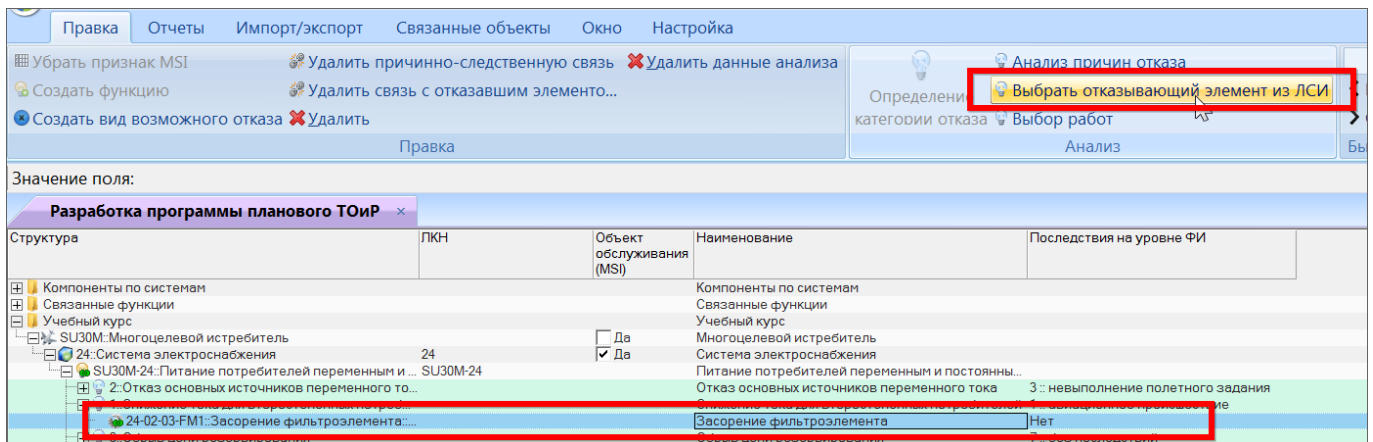

Рис. 11-10 – Установка связи вида отказа с отказывающим элементом ЛСИ
- 4) Для того, чтобы связать этот вид отказа с элементом ЛСИ, необходимо выбрать его и нажать кнопку «Выбрать отказывающий элемент из ЛСИ» панели «Анализ» (рис. 11-10).